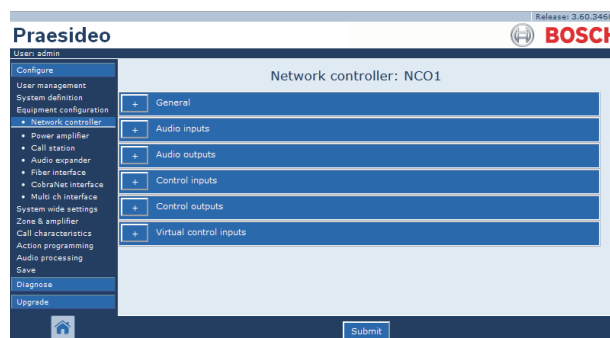

figure 44.3: Configuration du contrôleur de réseau, étape 2
- 2 Cliquez sur le nom du contrôleur de réseau à configurer. Un écran semblable à celui de la figure 44.3 s'affiche dans le cadre principal de l'interface Web.